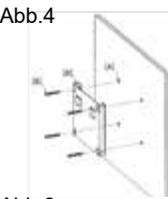

Abb.6
5. Fixieren Sie die Ladestation mit den Schrauben (C) links und rechts an der Halteplatte (Abb.6).